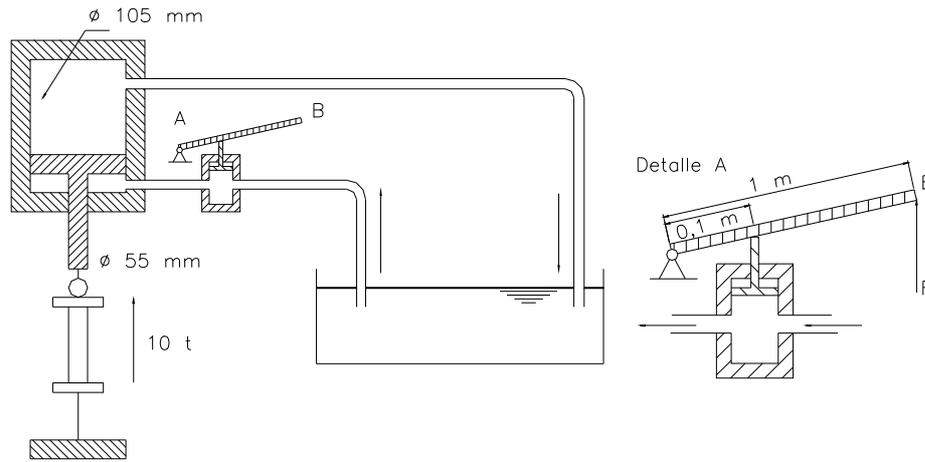

Figura 2.11.
2.11. Para efectuar ensayos de tracción se utiliza la prensa de la **Figura 2.11.** cuyo pistón tiene un diámetro de 105 mm y acciona un vástago de 55 mm de diámetro. La bomba que acciona esta prensa tiene un pistón de 18 mm de diámetro accionado por una palanca tal como indica la figura. Se pide: